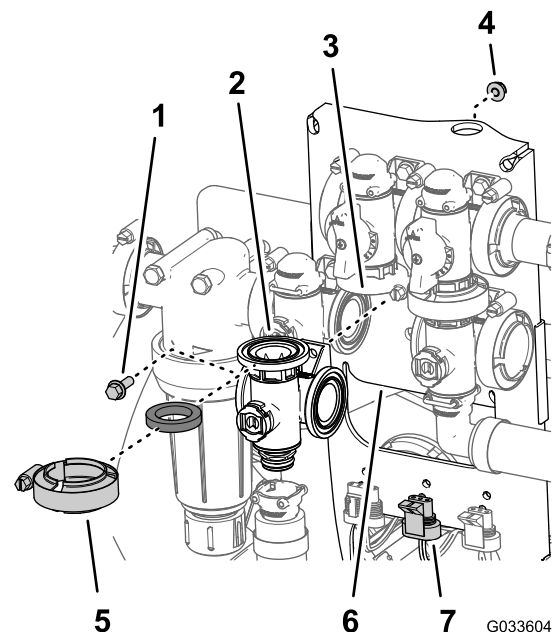

図 124
1. 攪拌バイパスバルブのフランジ、ガスケット、攪拌バイパスバルブのフランジを、整列させる 図 124。
9. 攪拌バルブをバルブマウントに組み付ける; フランジヘッドボルトとフランジロックナット 図 124 はステップ 3 攪拌マニホールドバルブの取り外し (ページ 75) で取り外したものを使用し、ボルトとナットを 10-12 N·m 1.0-1.2 kg/cm² = 90-110 in-lb にトルク締めする。